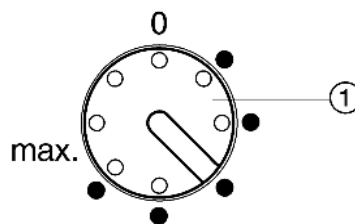

Fig. 2
- ▶ Temperaturregler *Fig. 2 (1)* mit einer Münze nach rechts drehen.
- ▶ Temperaturregler *Fig. 2 (1)* auf den 3. Punkt drehen.